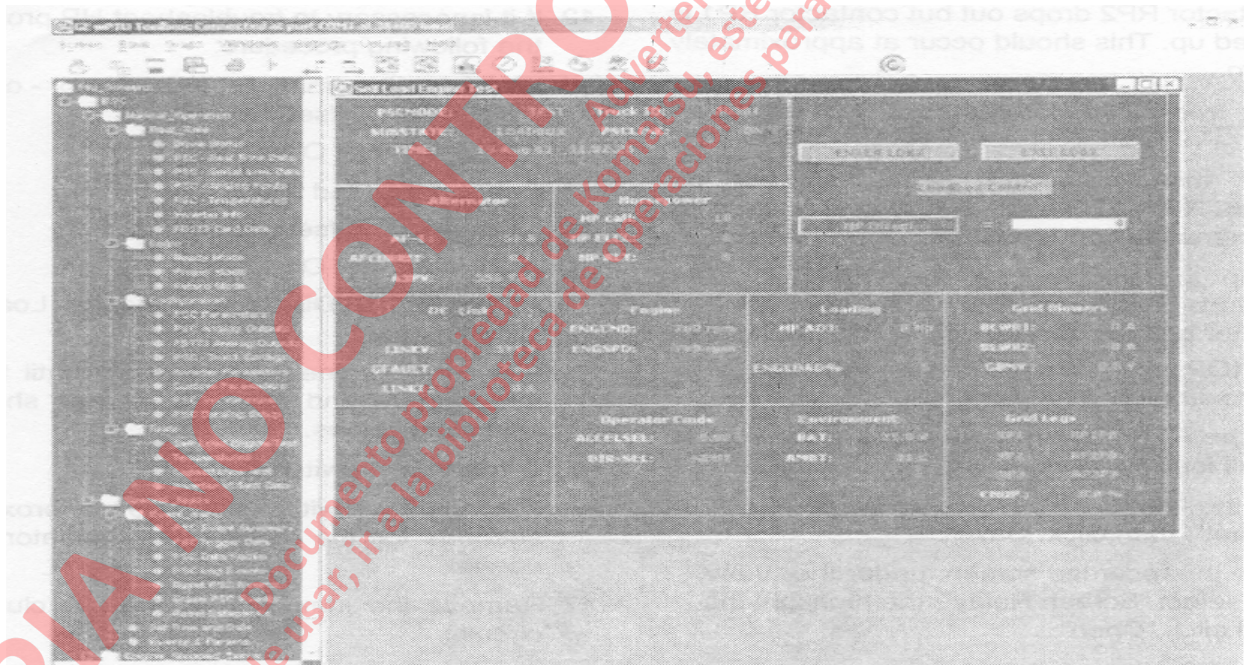

FIGURA 3-16. PANTALLA DE PRUEBA DEL MOTOR DE AUTOCARGA INICIAL
- Verifique que los valores sean similares a la pantalla inicial Self Load Engine Best de la Figura 3-16.